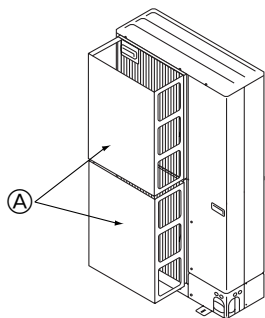

Fig. 2-15
① Si la unidad está situada en un lugar expuesto a vientos fuertes como huracanes que puedan entrar en la salida de aire, coloque una guía de aire opcional. (Fig. 2-15)